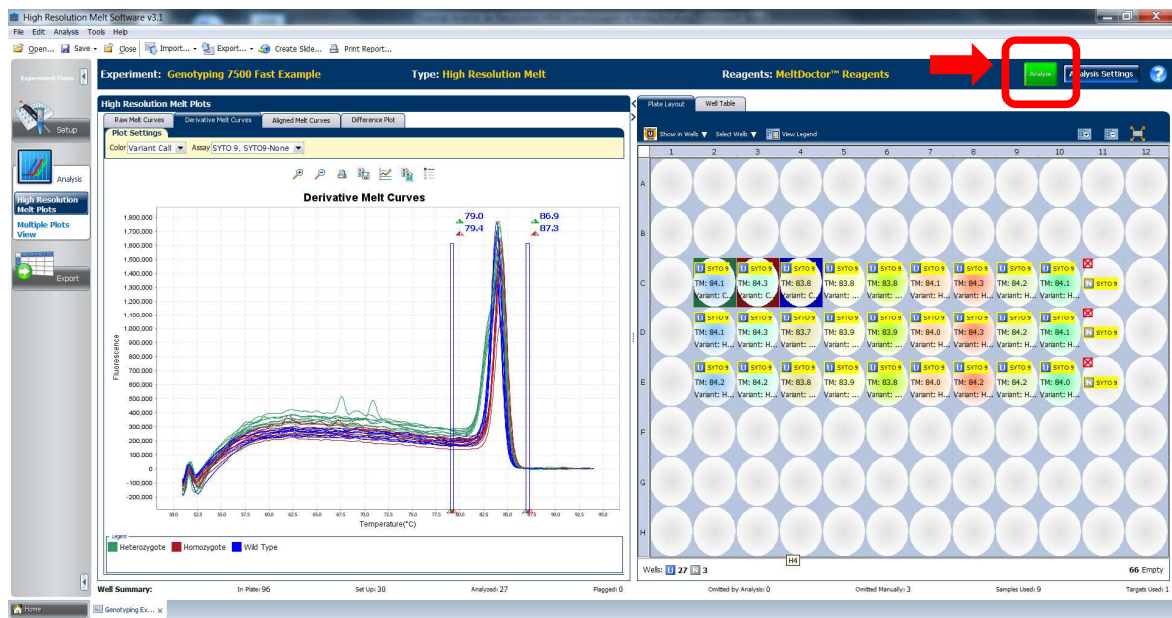

Fig. 6b
3. Clique em *Analyze* (Fig. 6b)